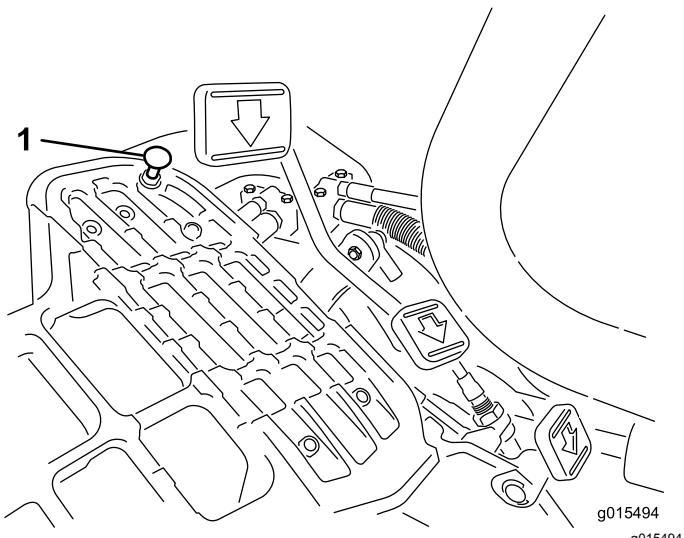

Рисунок 47
1. Переведите рычаг функционального управления в положение ТРАНСПОРТИРОВКА и ослабьте контргайку крепления упора педали к полу (Рисунок 47).
Для получения максимальной транспортной скорости переведите рычаг функционального управления в положение ТРАНСПОРТИРОВКА и нажмите на педаль тяги. Если педаль касается упора (Рисунок 47) до того, как на тросике начинает ощущаться натяжение, выполните следующую регулировку: